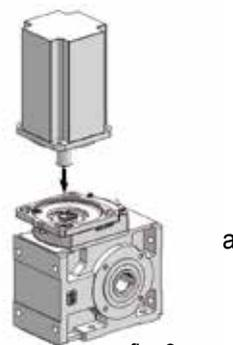

fig. 3
- introduzir o motor até o batente (ver fig. 3);